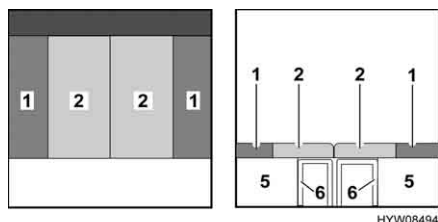

Fig. 40 Dopo la trasformazione
- Piazzare i cuscini dello schienale (Fig. 40,1) tra il cuscino del divano (Fig. 40,2) e la parete esterna.